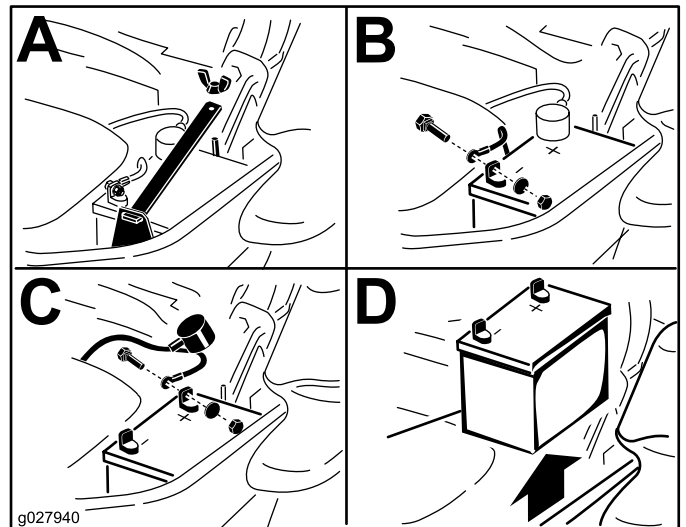

Figura 47
3. Desconecte el cable negativo (negro) de la batería del borne negativo (-) de la batería (Figura 47).
4. Retire la cubierta de goma roja del borne positivo (rojo) de la batería y retire el cable positivo (+) (Figura 47).
5. Retire la tuerca de orejeta que sujeta la abrazadera de la batería (Figura 47).
6. Retire la abrazadera (Figura 47).
1. Coloque la batería en la bandeja, con los bornes frente al depósito de aceite hidráulico (Figura 47).
4. Fije los cables con 2 pernos, 2 arandelas, y 2 contratuercas (Figura 47).
6. Instale la abrazadera y sujétela con la tuerca de orejeta (Figura 47).